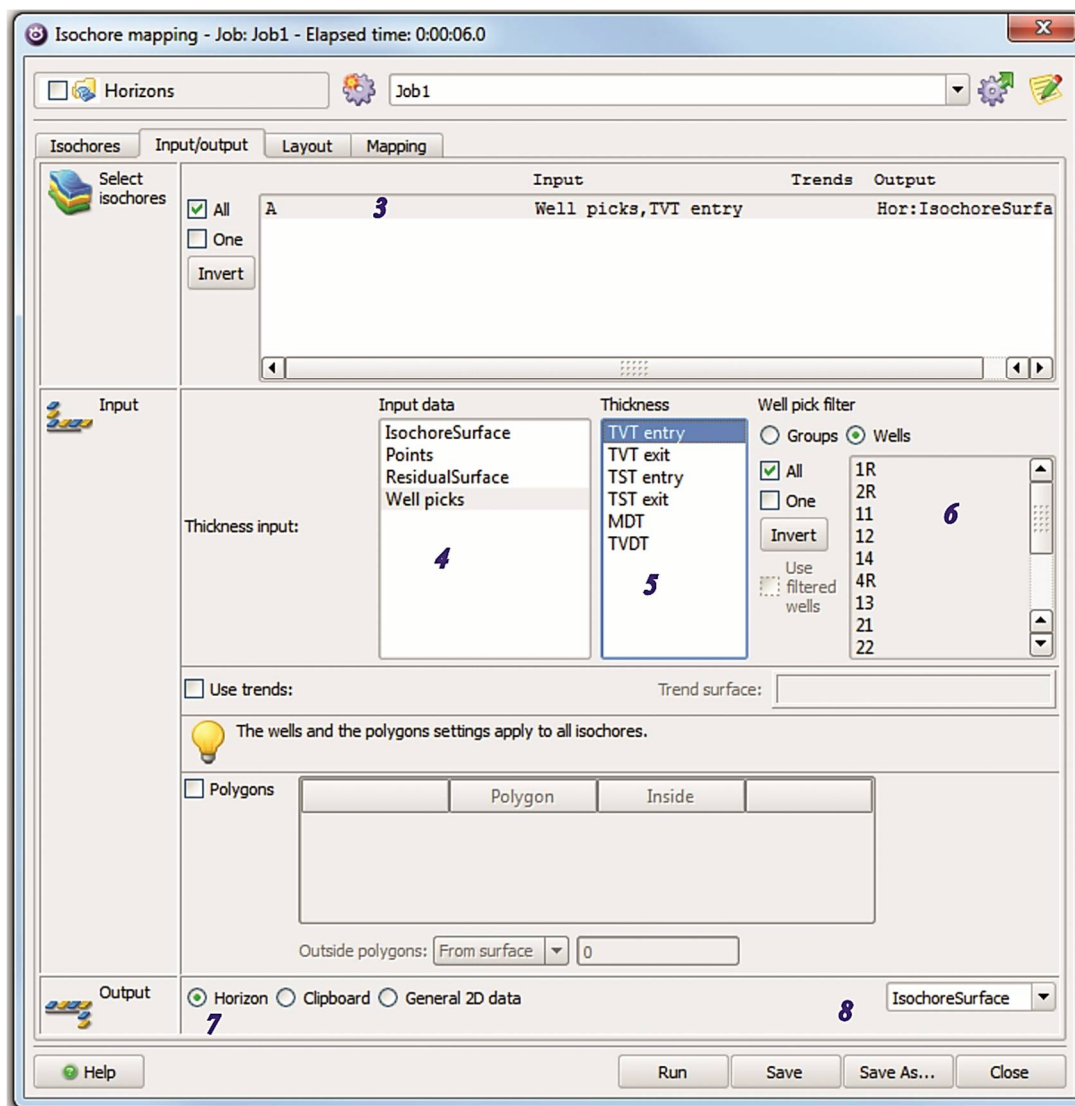

Рисунок 1.35 – Закладка *Input/Output*
В закладке *Input/Output* выберите пласт *H_1* (3) (рис. 1.35).